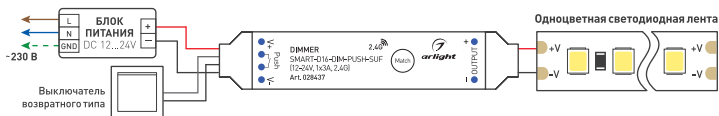

Рис. 1. Схема подключения диммера SMART-D16-DIM-PUSH-SUF
- 3.2. Подключите диммер согласно схеме, приведенной на рис. 1.